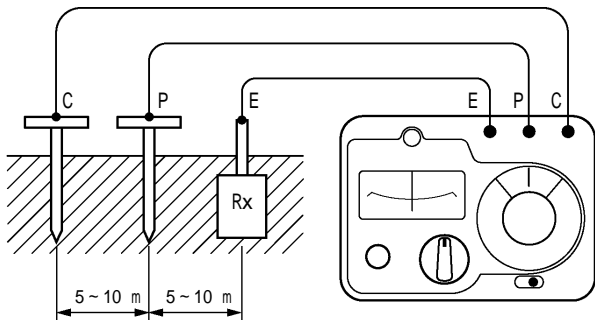

図3 3電極法による測定での接続
- (1) 接続方法図3に示すように、付属の測定コードを本器の測定端子にそれぞれ接続します。補助接地棒P、補助接地棒Cを被測定接地体Eより5～10mの間隔で一直線上になるように地中に深く打ち込み、測定コードを接続します。